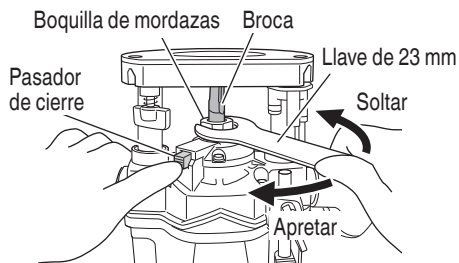

Fig. 11
- (2) Limpie e inserte el mango de la broca en el mandril portabroca hasta al fondo y seguidamente, hágalo retroceder aproximadamente 1/16" (aprox. 2 mm).
- (3) Con la broca insertada y presionando el pasador de cierre que bloquea el eje, use la llave de 23 mm para apretar con firmeza la boquilla de mordazas hacia la derecha (vista desde la fresadora). (Fig. 11)